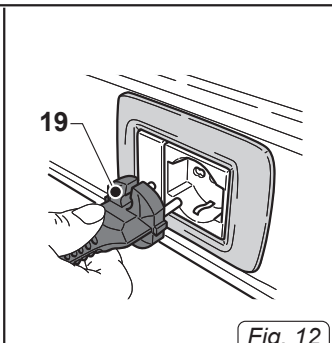

Fig. 12
- Inserire la spina (19 Fig. 12) nella presa di corrente e controllare che la spina (1 Fig. 1) di alimentazione pompa di evacuazione sia correttamente inserita.
- Staccare la spina (19 Fig. 12) dalla presa di corrente.